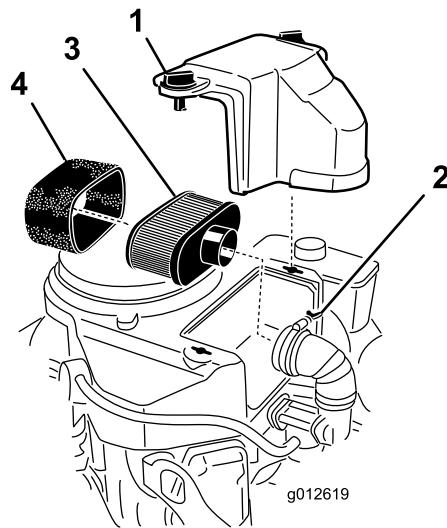

Figura 25
6. Instale el pasador de horquilla entre las palancas de avance y los cierres de bloqueo de punto muerto e intodúzcalo en los pasadores de seguridad (Figura 25).
3. Limpie alrededor del limpiador de aire de forma que la suciedad no penetre en el motor y cause daños (Figura 25).
4. Desenrosque los pomos de la cubierta y retire la cubierta del limpiador de aire (Figura 25).
5. Desenrosque la abrazadera y retire el conjunto del limpiador de aire (Figura 25).
6. Retire cuidadosamente el filtro de gomaespuma del filtro de papel (Figura 25).
1. No limpie el filtro de papel, cámbielo (Figura 25)
1. Deslice cuidadosamente el filtro de gomaespuma sobre el filtro de papel (Figura 25).
2. Coloque el conjunto del limpiador de aire sobre la base del limpiador de aire y fíjelo con 2 tuercas de orejeta (Figura 25).
3. Coloque en su posición la cubierta del limpiador de aire y apriete el pomo de la cubierta (Figura 25).